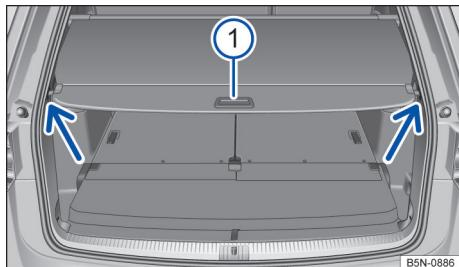

Fig. 180 No compartimento de bagagem: abrir a cobertura do compartimento de bagagem.
- Puxar a cobertura do compartimento de bagagem um pouco para trás pelo manípulo → **Fig. 180 ①** e retirá-la da ancoragem, puxando-a para cima (setas). Conduzir a cobertura do compartimento de bagagem para frente.
- Puxar a cobertura do compartimento de bagagem para trás pelo manípulo → **Fig. 180 ①** e encaixar na ancoragem (setas).